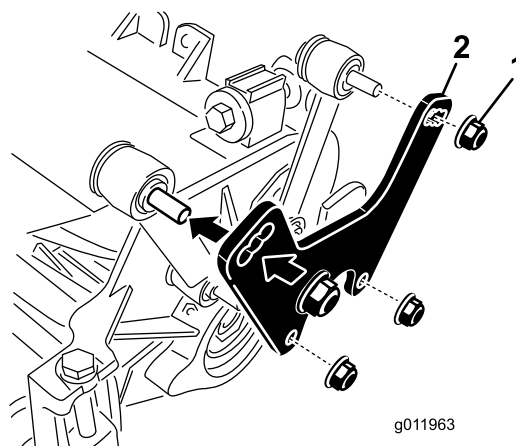

Figura 10
1. Retire as porcas e anilhas que fixam as ligações de elevação à placa lateral da unidade de corte e estrutura de suporte (Figura 10).